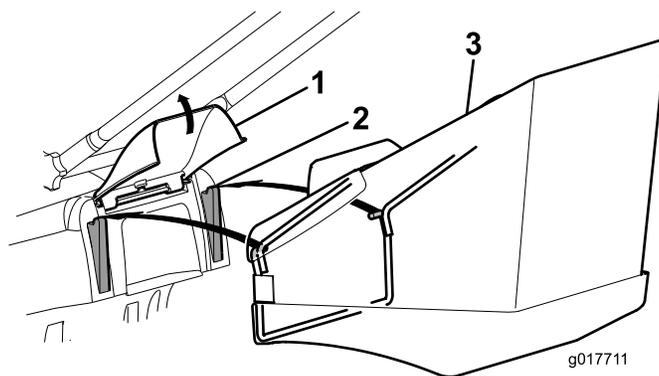
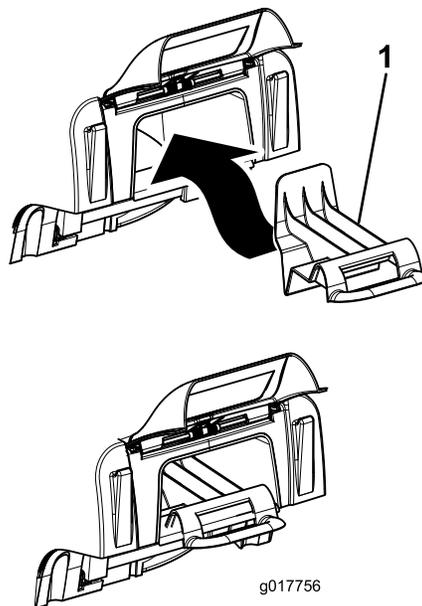

Figura 14
Figura 15
1. Alzate il deflettore posteriore, rimuovete il tappo mulching (Figura 15) e montate il cesto di raccolta sulle sporgenze (Figura 14).
Nota: Per passare da raccolta a riciclaggio, rimuovere il cesto di raccolta, sostituite il tappo mulching che avevate rimosso al passaggio 1 e abbassate lo sportello posteriore (Figura 15).